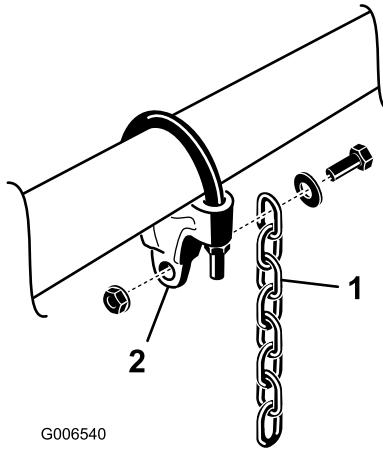

Figura 7
5. Monte uma corrente de elevação em cada suporte da corrente com um parafuso, uma anilha e uma porca, posicionando conforme indicado em Figura 7